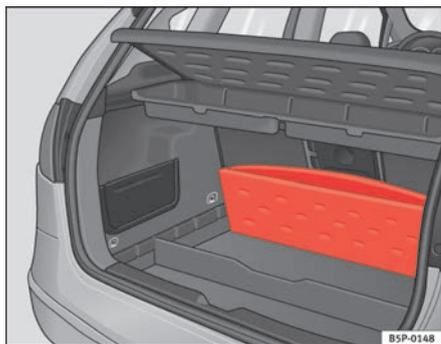

Fig. 105 Sportello vano portabagagli piegabile
- Sollevare il pavimento del vano portabagagli e piegarlo completamente all'indietro ⇒ fig. 105.